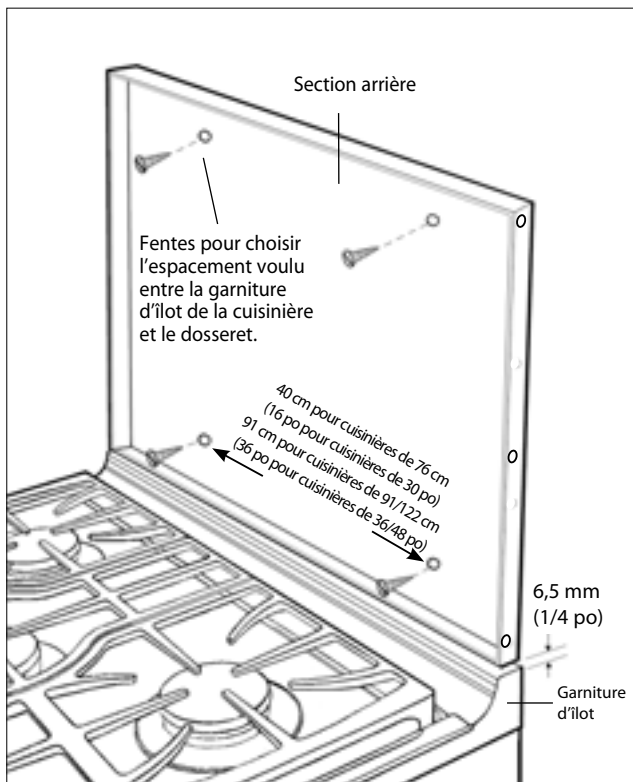

Fig.03
2. Après avoir déballé les pièces du dossier, placez la section arrière en la centrant à 6,5 mm (1/4 po) (voir fig. 03) au-dessus de la garniture d'îlot fixée à la cuisinière.* Fixez la section arrière à l'aide des fixations appropriées (non fournies) aux ancrages ou à l'ossature de bois du mur (fig. 03).